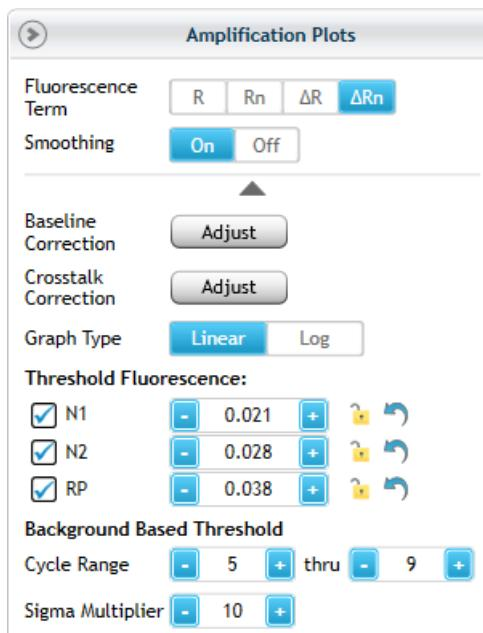

Abbildung 20 Standardeinstellungen für Amplifikations-Plots in der Aria-Software (Fluoreszenzschwellenwerte variieren je nach Experiment)
- 5** Vergewissern Sie sich, dass der Bildschirm das Diagramm „Amplification Plots“ (Amplifikations-Plots) anzeigt und dass die Standard-Analyseparameter mit den Werten in **Abbildung 20** übereinstimmen.
Wenn nicht die gesamte Auswahl der Analyseparameter wie in **Abbildung 20** angezeigt wird, klicken Sie auf die nach unten gerichtete Pfeilspitze direkt unter der Einstellung **Smoothing** (Glättung), um die Auswahl zu erweitern.
Beachten Sie, dass die Standard-Fluoreszenzschwellenwerte in Ihrem Experiment wahrscheinlich von den in **Abbildung 20** gezeigten Werten abweichen. Die Software berechnet die Standardwerte auf der Grundlage des Fluoreszenzrauschpegels im Hintergrundzyklusbereich. Daher variieren die Standardwerte zwischen den Experimenten.